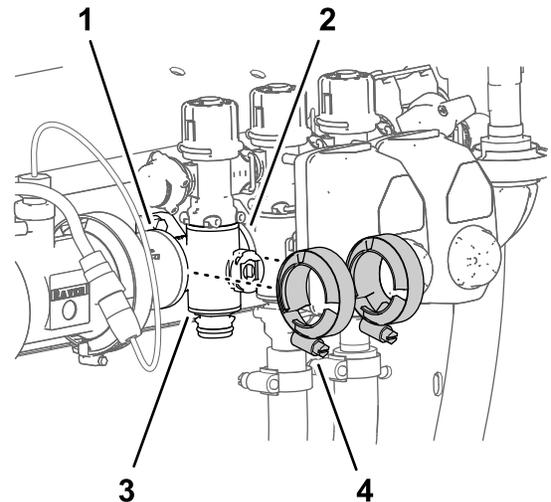

图 126
- 取下将喷洒臂段歧管阀固定至相邻组件法兰上的 2 个法兰夹具图 126。